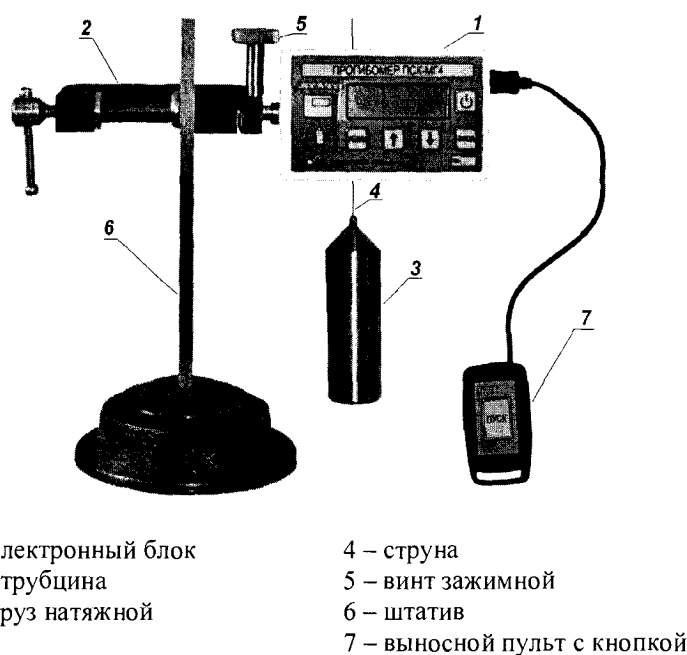

Рисунок 1.1 – Общий вид прогибомера
1.3.1 Конструктивно прогибомер состоит из электронного блока, выносного пульта с кнопкой, трубки, струны и груза для ее натяжения (рисунок 1.1).